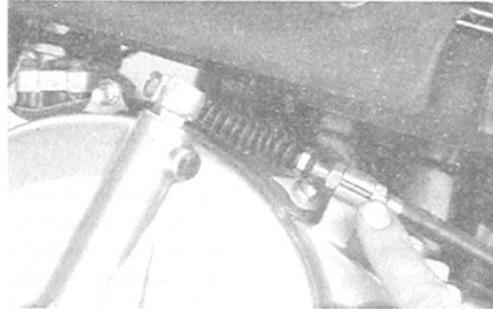

Bild 49
- Größere Einstellungen am unteren Ende des Zuges (Bild 49) vornehmen.